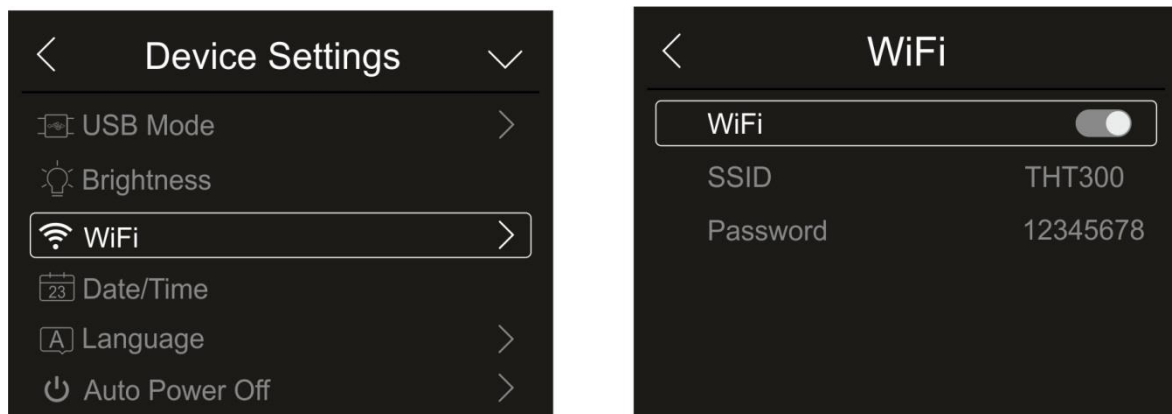

Fig. 14: Activación conexión WiFi
1. Toque el texto “WiFi” para entrar en la sección de activación/desactivación y personalización de la conexión WiFi en el instrumento. La pantalla de la Fig. 14 – parte derecha se muestra en el visualizador.